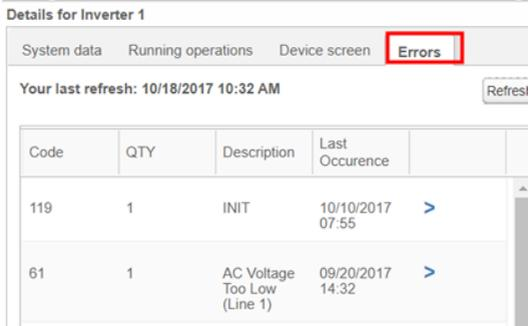

Abbildung 24: Wechselrichterdaten - Fehlerliste
2. Klicken Sie mit der rechten Maustaste auf den Wechselrichter und wählen Sie im Menü **Info** aus (Abbildung 23). Das Fenster mit den Wechselrichterdaten wird eingeblendet (Abbildung 24).